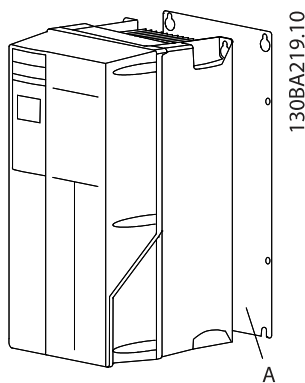
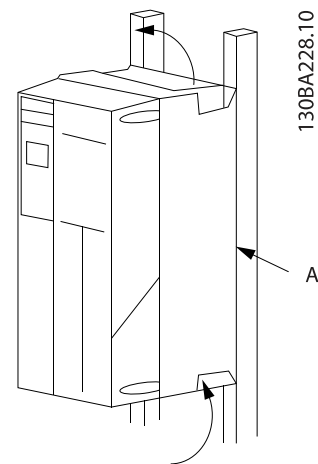

図 2.2 背板への適切な取り付け
図 2.3 レールへの適切な取り付け
- ユニットの安定した平面または背板に取り付け、冷却気流を維持します（図 2.2および図 2.3を参照してください）。